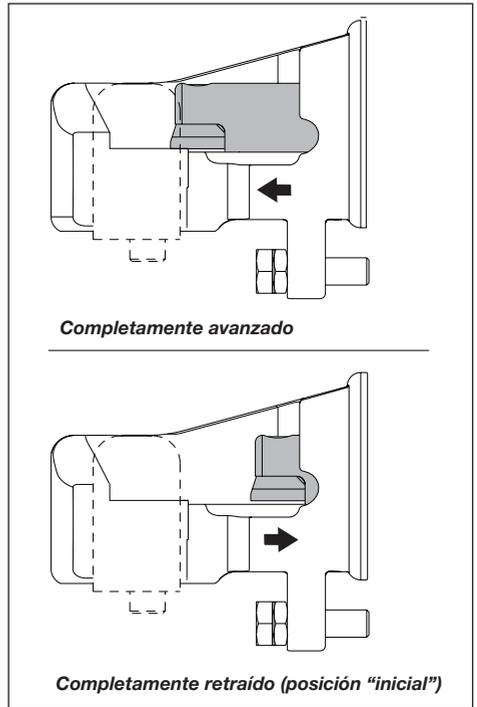

Figura 8, Posiciones del pistón (visto desde arriba)
Asegúrese de que el pistón y la cuchilla móvil estén en la posición inicial completamente retraída antes de colocar cualquier material en el cabezal de corte. Véase Figura 8.
2. Asegúrese de que el pistón esté en la posición inicial (totalmente retraído). Véase la Figura 8.